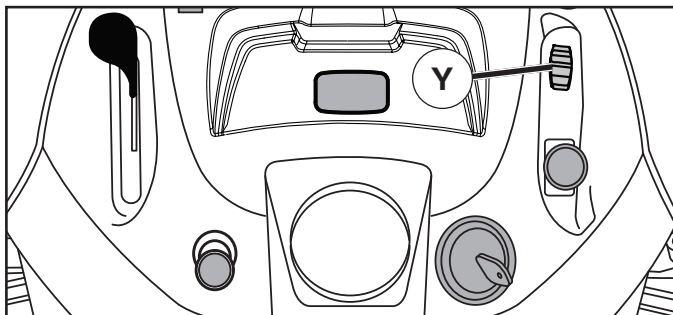

Fig. 8
POUR UTILISER LA COMMANDE DE BLOCAGE DE DIFFÉRENTIEL (Y) (Voir Fig. 8)